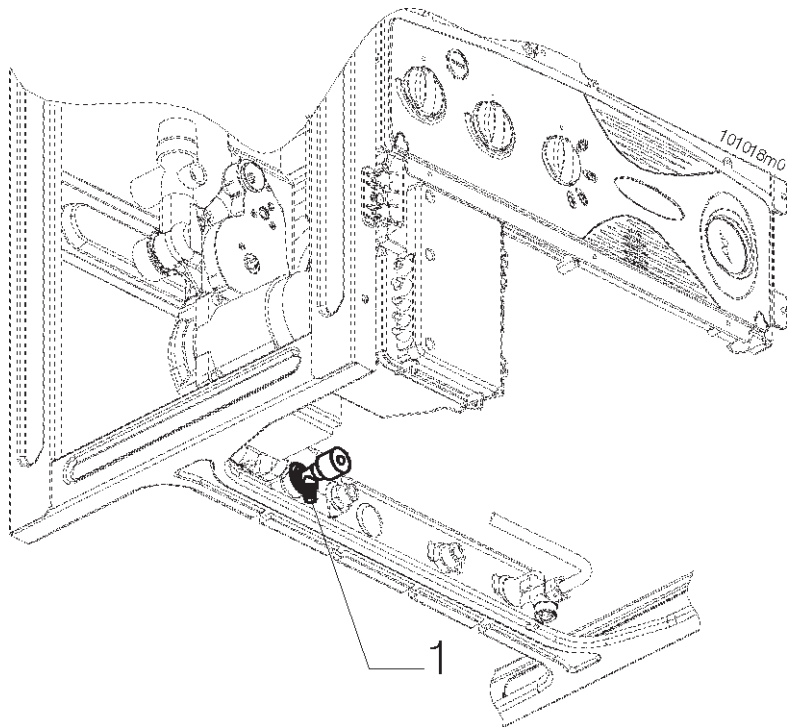

Figura 35 - Rubinetto di scarico circuito riscaldamento
- collegare al rubinetto di scarico "1" (vedi figura 35) un tubo flessibile di gomma e convogliarlo nello scarico di un lavello o simile;